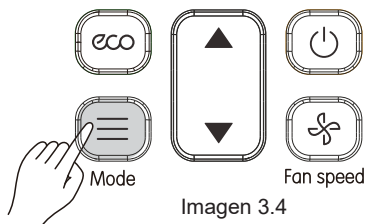

Imagen 3.4
1) Pulse  (consulte la Imagen 3.4). La pantalla muestra el modo de funcionamiento;